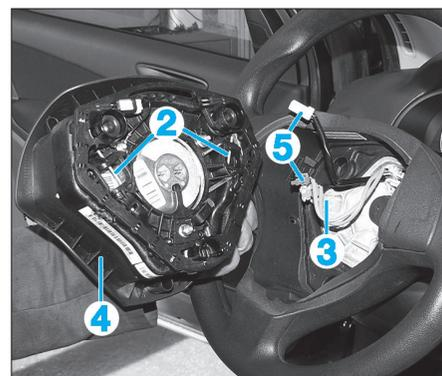

Fig. 3
- Pousser les outils [1] sur les fils métalliques (2), jusqu'à les extraire de leurs attaches (3) sur le volant (Fig.3).